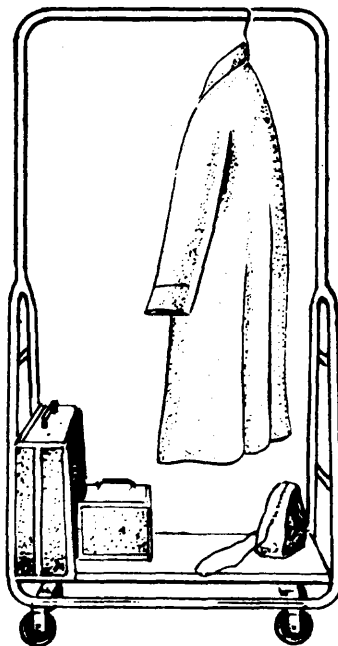

Fig. 1
*Use el carrito de mudanza, si hubiera (fig. 1).*